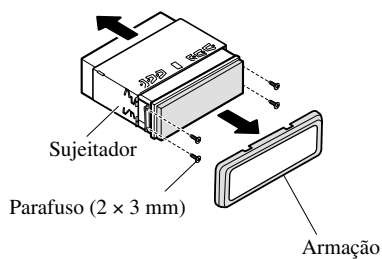

Fig. 12
- Retire a armação e o sujeitador. (Fig. 12)